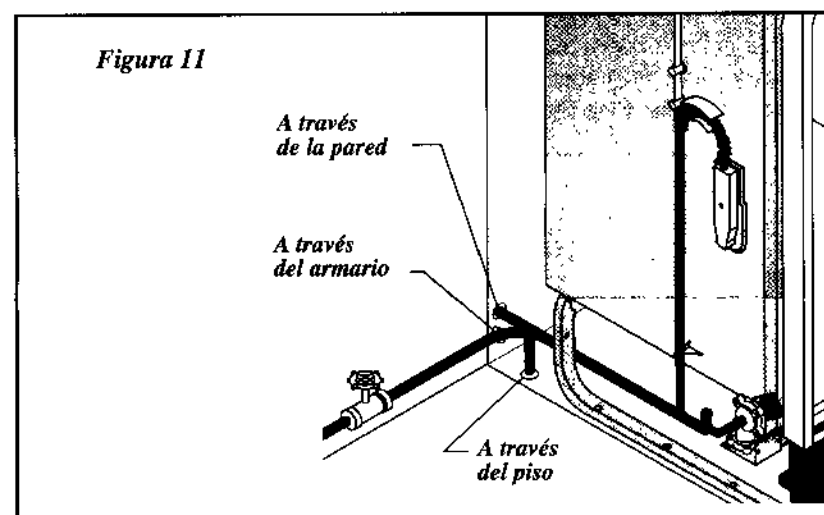

Figura 11
2. Guíe la tubería del agua hacia la llave de admisión del agua como se muestra en la Figura 11.
5. Si la llave de admisión del agua se obstruye asegúrese de que el suministro de agua esté cerrado. Saque los cuatro (4) tornillos del extremo de la admisión de la llave y limpie la rejilla filtradora.